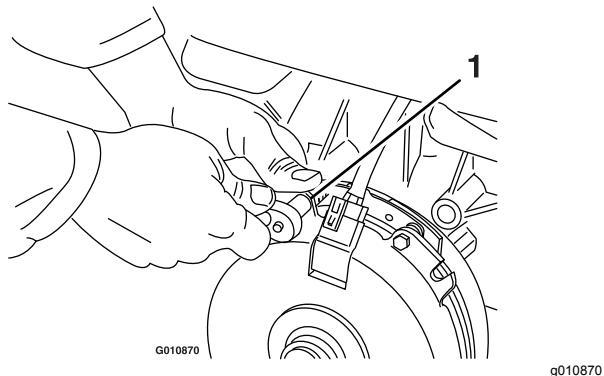

Bild 82
- A. Lösen Sie die beiden Befestigungsschrauben der Bremse um eine halbe bis ganze Umdrehung, wie in **Bild 82** abgebildet.